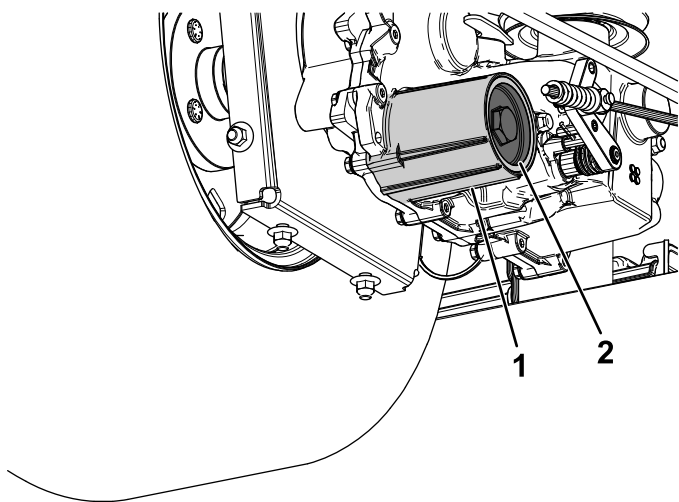

Figura 78
7. Retire la tapa del filtro de fluido hidráulico del transeje para vaciar el fluido (Figura 78).